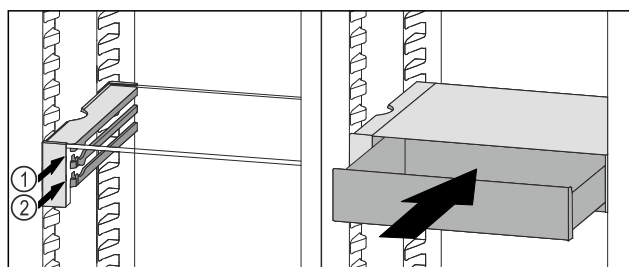

Fig. 94
- ▶ Nasadte zásuvku VarioSafe za zarážky na požadovaném žebře Fig. 94 (1) nebo Fig. 94 (2).